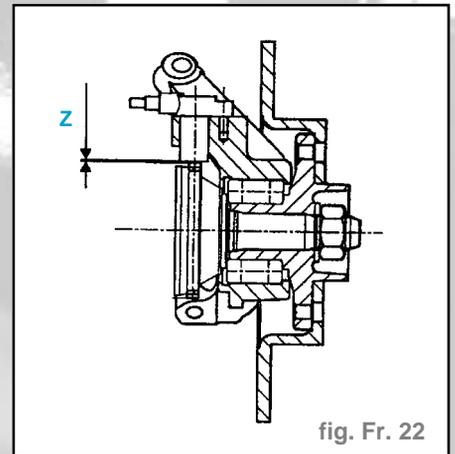

fig. Fr. 22
- c) Effectuer un contrôle d'entrefer à l'aide d'un jeu de cales, seul l'avant est contrôlable (fig. Fr. 22).